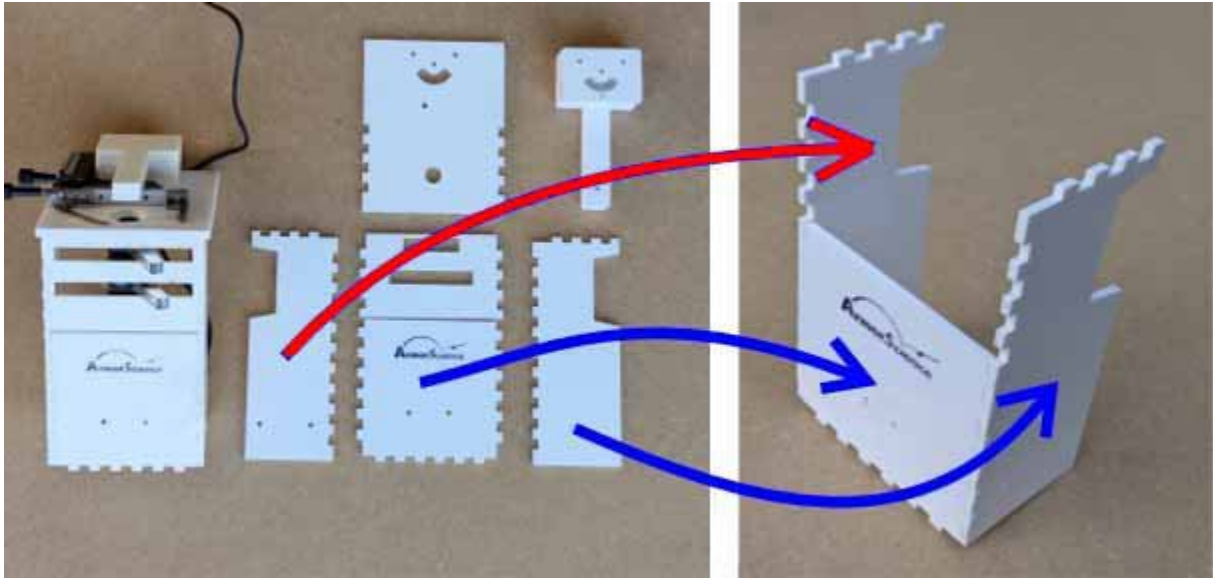
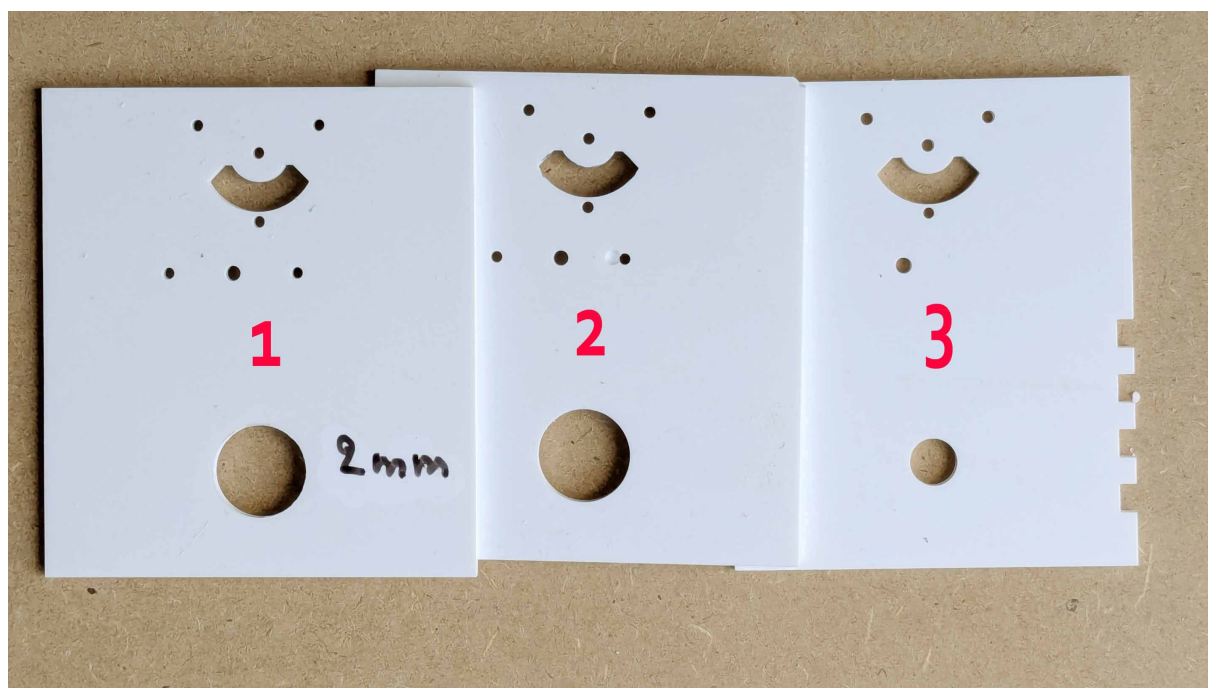

Figure 9 : Début du montage du châssis interne. Trois pièces constituent la partie basse.
Figure 21 : Les 2 éléments de gauche doivent être centrés et collés l'un sur l'autre
On commence par assembler et coller la partie basse du châssis interne, comme le montre la figure 9.
La plaque percée de deux trous doit être montée du côté gauche de la plaque gravée Armorscience (voir la flèche rouge de la figure 9).
Le support de platine XY est constitué par un empilement de 3 éléments (figure 21). Les deux premiers (sans crénelage) sont collés entre eux. Le troisième (avec crénelage) sera collé plus tard sur le sommet du châssis interne réalisé figure 9.
- . au dessous : 2 plaques collées entre elles (numérotées 1 et 2 sur la figure 21)